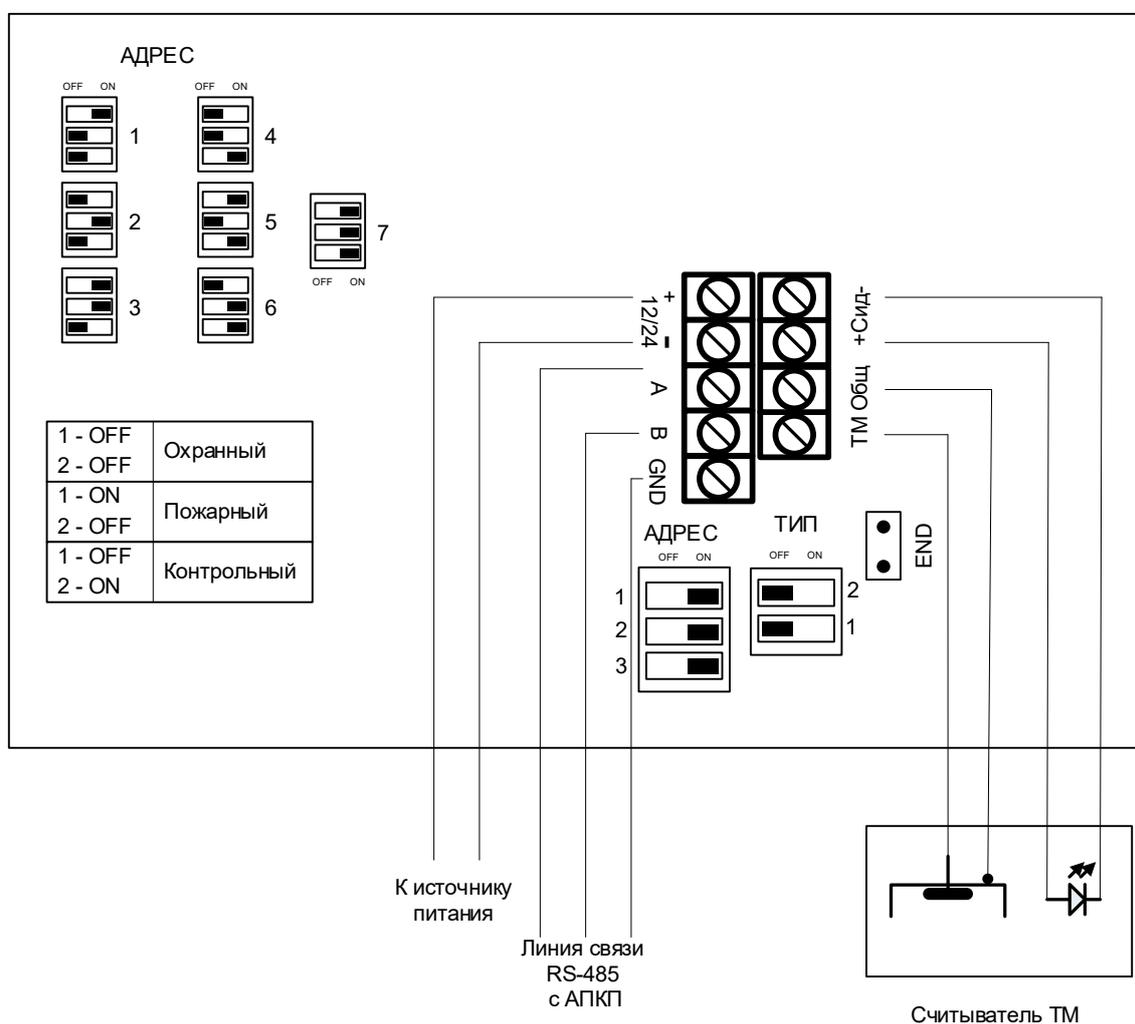

Рис.3. Расположение клемм подключения на плате индикации СДИ
6.1.4. С обратной стороны корпуса СДИ (рис.3) расположены:
Подключить СДИ к линии связи с АПКП (RS-485) и к блоку питания (рис.3). Подключить «терминатор», установив джампер "END". При установке в линии нескольких пультов управления «терминатор» устанавливаются на самом дальнем от АПКП устройстве, на остальных устройствах в линии джампер "END" удалить.